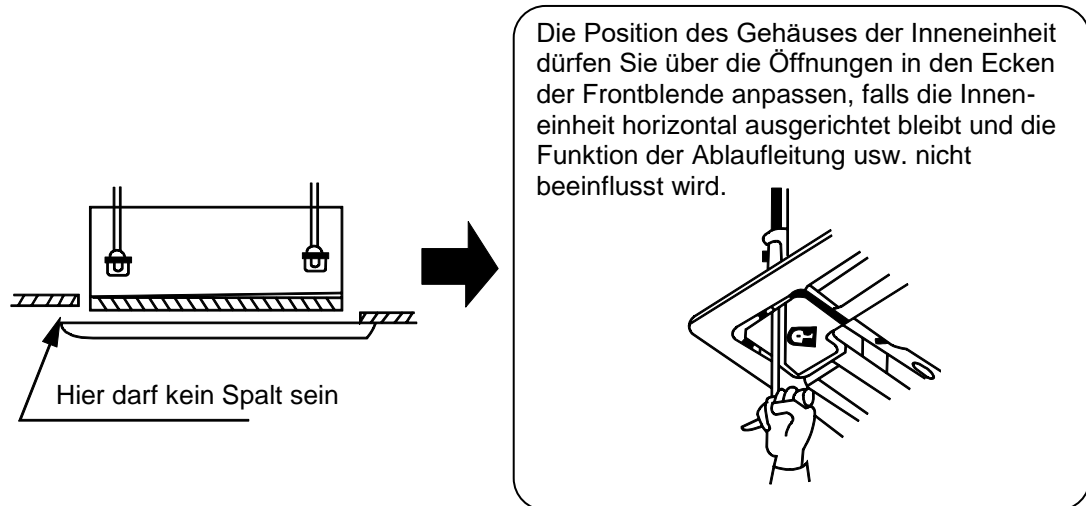

Abb. 32
3. Bleibt auch nach dem Eindrehen der Schrauben ein Spalt zwischen der Deckenuntersicht und der Frontblende, ist die Höhe der Inneneinheit anzupassen (siehe Abb. 32).